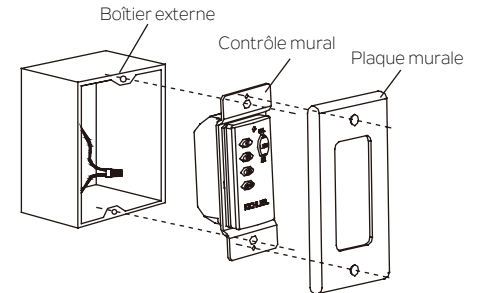

Fig. 26
Étape 2. Utiliser les vis fournies pour fixer la commande murale à la prise de courant. (Fig. 26)